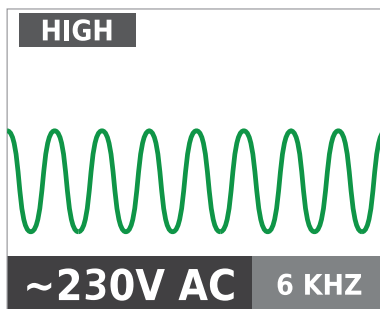

Figura 3.1b
3. Seleccione el modo de señal HIGH (ALTO) para la mayoría de las aplicaciones. La pantalla aparecerá como se muestra en la Figura 3.1b.